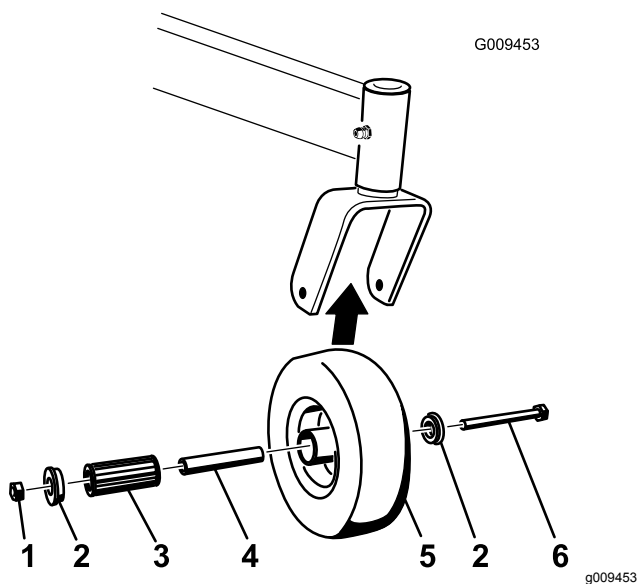

Figura 57
1. Retire la contratuerca y el perno que sujetan la rueda giratoria a la horquilla (Figura 57).
- Retire un solo casquillo y tire del casquillo intermedio y del cojinete de rodillos para sacarlos del cubo de la rueda (Figura 57).
- Retire el otro casquillo del cubo de la rueda y limpie la grasa y la suciedad del cubo de la rueda (Figura 57).
Nota: Repare o cambie cualquier pieza dañada o desgastada (Figura 57).
- Coloque un casquillo en el cubo de la rueda (Figura 57).
- Engrase el cojinete de rodillos y el casquillo intermedio y deslícelos en el cubo de la rueda (Figura 57).
- Coloque el segundo casquillo en el cubo de la rueda (Figura 57).
- Instale la rueda giratoria en la horquilla y fíjela con el perno y la contratuerca (Figura 57).
- Apriete la contratuerca hasta que el casquillo intermedio se apoye contra el interior de las horquillas de las ruedas giratorias (Figura 57).